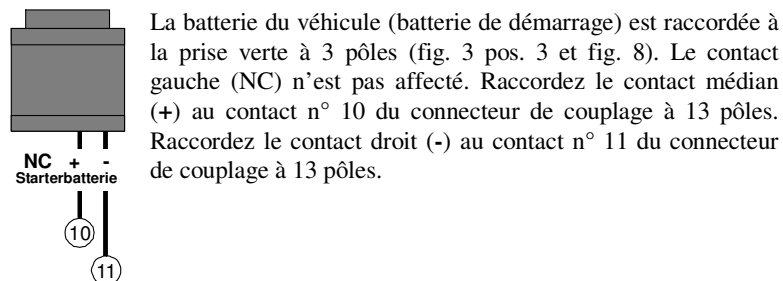

Figure 8
couplage à 13 pôles. (Voir aussi le mode d'emploi du MES Module A, page 13, figure 8, pos. 1).
Il faut **absolument** vérifier si le raccordement de la batterie du véhicule (batterie I) au Module A a été isolé en enlevant le connecteur d'alimentation ! Le connecteur d'alimentation relie le Module A aux contacts 9 et 13 du connecteur de couplage à 13 pôles. (Voir aussi le mode d'emploi du MES Module A, page 13, figure 8, pos. 1).